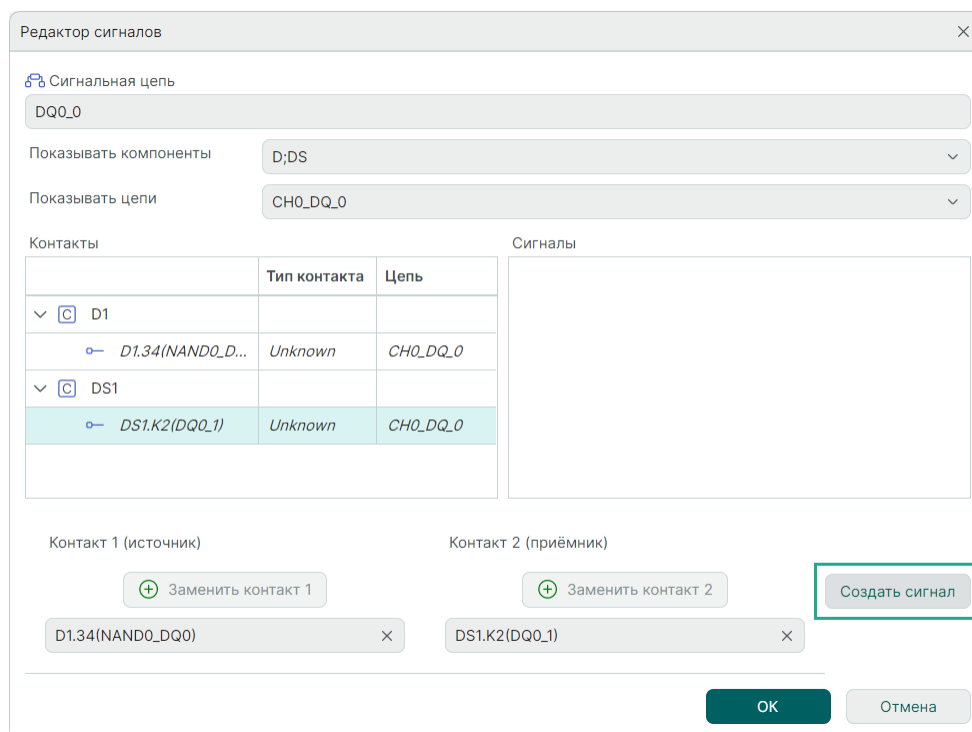

Рис. 149 Формирование пары источника и приемника сигнала
6. По завершении нажмите кнопку «Создать сигнал», см. Рис. 149.